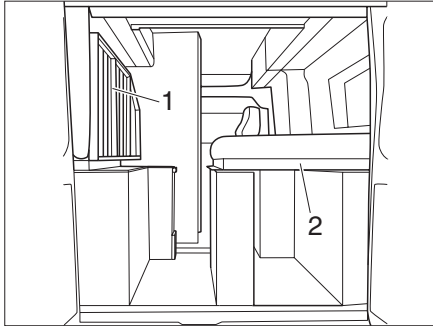

Fig. 54 Letto fisso (variante 2)
► Piegare i telai del letto (Fig. 54,1 e 2) verso destra e sinistra e assicurarli con le cinghie.